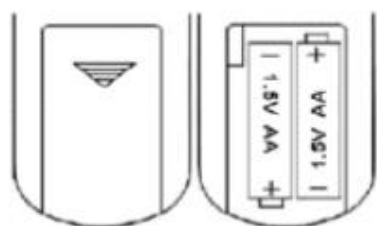
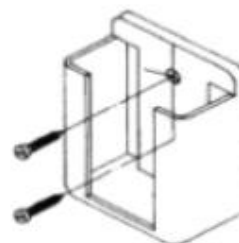

Fig 3
Fig. 4
3. Per canviar les piles del comandament a distància cal lliscar la coberta situada a la part posterior cap avall fent pressió sobre les fletxes marcades. Posar dues piles de 1,5 V AA (fig. 3). Si desitja pot instal·lar el suport per comandament a distància a la paret mitjançant cargols (Fig.4)